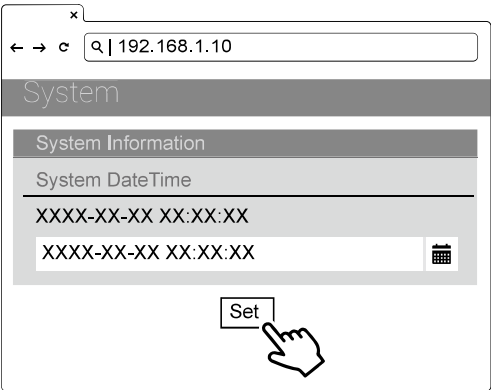

Figura 42. Impostazione di data/ora
- 5) Selezionare SET e attendere che venga visualizzata la finestra di completamento. Vedere la figura 42.